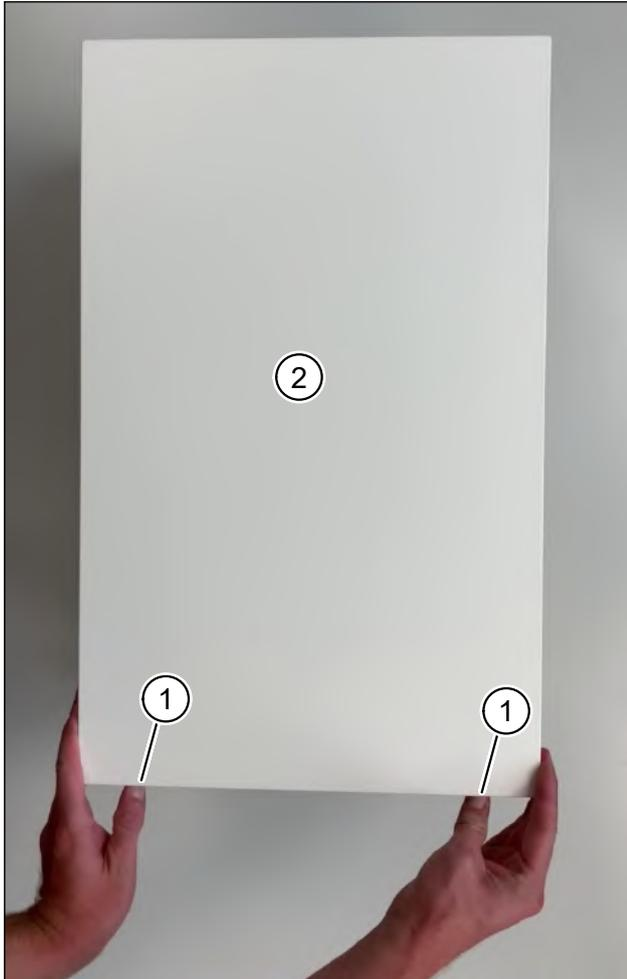

Abb. 1: Gerätedeckel vom Lüftungsgerät abnehmen
- ▶ Drücken Sie mit beiden Daumen auf die beiden Rasthaken (Pos. 1 in Abb. 1) an der Unterseite des Lüftungsgerätes. Der Gerätedeckel (Pos. 2 in Abb. 1) löst sich.